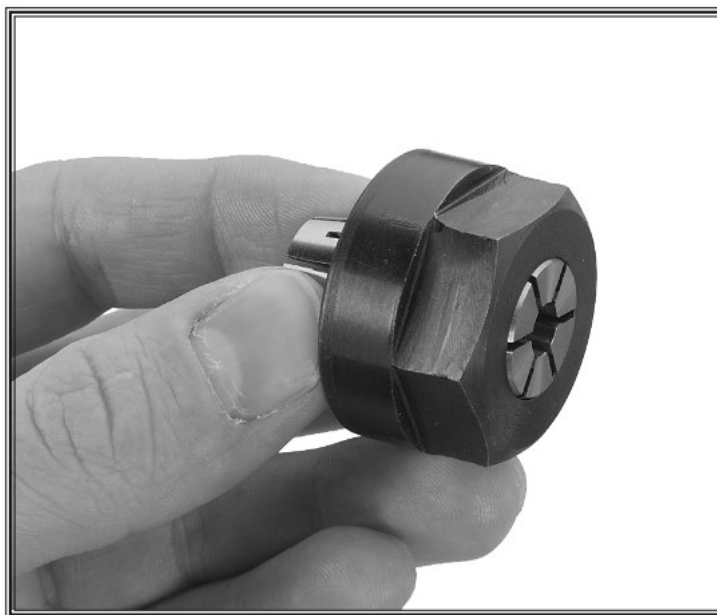

Рис. 21 Установленная прокладка
Переместите прокладку в гайку прокладки, пока выступ не войдет в канавку. См. Рис. 21.
2. Вставьте гайку прокладки и прокладку в шпиндель. См. Рис. 21.